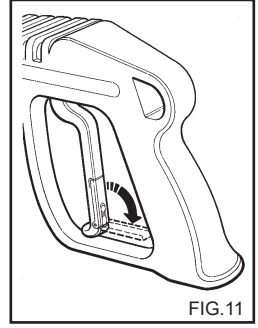

FIG.11
- Lukitse laitteen varressa oleva turvalaite silloin, kun laitetta ei käytetä. (Fig. 11).